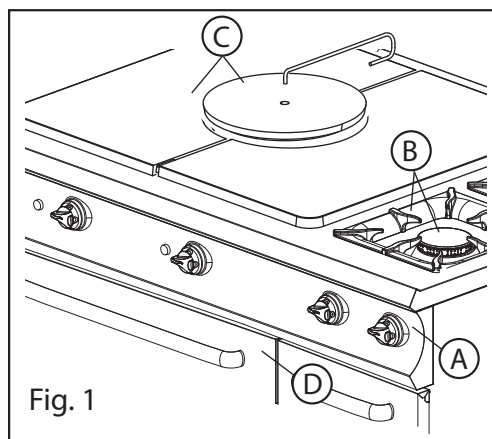

Fig. 1
- Chiudere il rubinetto di intercettazione a monte dell'apparecchiatura (Fig. 1);
- Chiudere il rubinetto di intercettazione a monte dell'apparecchiatura (Fig. 1).
- Sostituire l'iniettore pilota (Fig. 1) con quello corrispondente al gas prescelto secondo quanto riportato nella Tabella di riferimento.
- Svitare la vite di blocco (Fig. 1).
- Dove previsto impostare la distanza (X) mm della boccola corrispondente al gas prescelto (vedi Tabella Gas di riferimento).
- Con gli appositi strumenti, regolare l'apertura del foro pilota (Fig. 1) in modo da avere :
2. Asportare griglie, spartifiamma e bruciatori (Fig. 1/A bruciatore 5,5 / 7 kW - Fig. 1/B bruciatore 11 kW)
1. Smontare il cruscotto e le manopole (Fig. 1/A)
2. **Cucina:** togliere griglie e spartifiamma (Fig. 1/B)
Tuttapiasta 980: togliere disco centrale con l'apposito ferro di manovra e le piastre laterali (Fig. 1/C).
Forno: aprire la porta (Fig. 1/D).